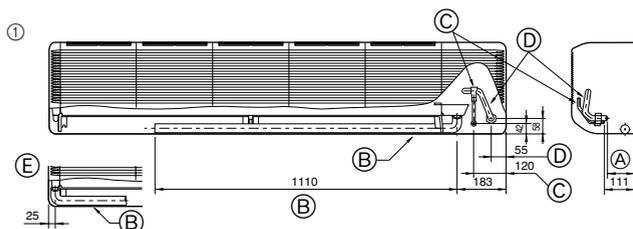

Fig. 4-2
- 1) Posizionamento delle tubazioni del refrigerante e di drenaggio (Fig. 4-2)